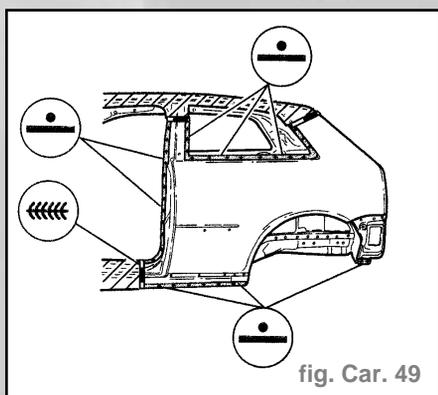

fig. Car. 49
- Souder la panneau latéral à la pointeuse électrique (fig. Car. 49).